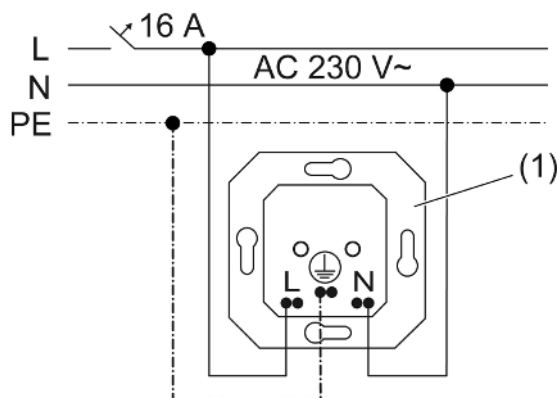

Bild 2: Anschluss
- Steckdose (1) laut Anschlussplan (siehe Bild 2) anschließen. Dabei die klemmbaren Leiterquerschnitte (siehe Bild 3) beachten.